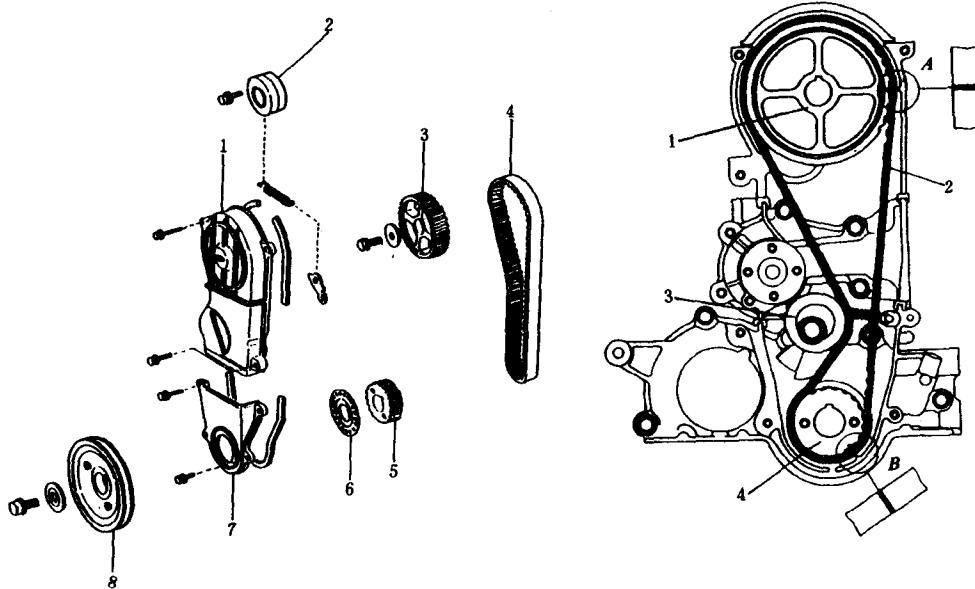

图 1-3 发动机前端的零件
(2)从发动机前端(把安装水泵的一端称为发动机的前端,把安装飞轮的一端称为发动机的后端)拆下曲轴皮带轮 8、上正时齿带罩 1 和下正时齿带罩 7(图 1-3)。